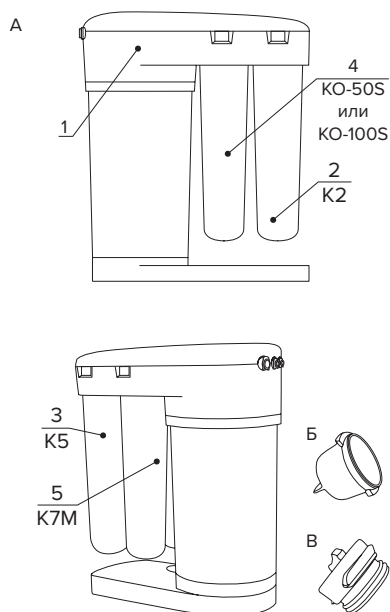

Рис. 2. Корпус DWM в сборе
1. Корпус DWM (рис. 2) состоит из верхней плиты (1), в которой закреплены четыре коллектора для подсоединения сменных фильтрующих модулей и гидроавтоматики DWM. Верхняя плита закрыта декоративной крышкой, закрепленной тремя пластиковыми фиксаторами. Важной частью корпуса DWM является накопительный бак для чистой воды. Так как производительность обратноосмотической мембраны невелика (зависит от типа мембраны, температуры и минерализации воды, давления в водопроводе), вода после мембраны поступает в накопительный бак, для того чтобы вы могли пользоваться чистой водой в любой момент и в необходимых количествах.
2. В состав блока предварительной водоподготовки входят сменный фильтрующий модуль K5 (3) и сменный фильтрующий модуль K2 (2).